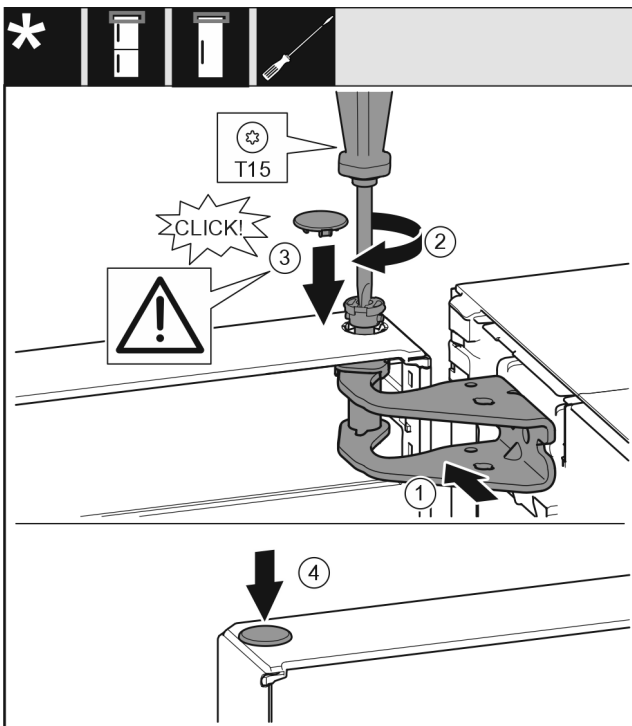

Fig. 19
- ▶ Niveloni derën lart në bazamentin mbështetës për hapjen e saj. Fig. 19 (1)
- ▶ Futni bulonat dhe mbërthejini me një kaçavidë T15. Fig. 19 (2)
- ▶ Montoni kapakun mbulues të siguresës për sigurimin e derës: Futni kapakun mbulues të siguresës dhe kontrolloni nëse ai puthitet mbi derë. Nëse jo, futeni bulonin plotësisht. Fig. 19 (3)
- ▶ Vendosni tapat në vend. Fig. 19 (4)